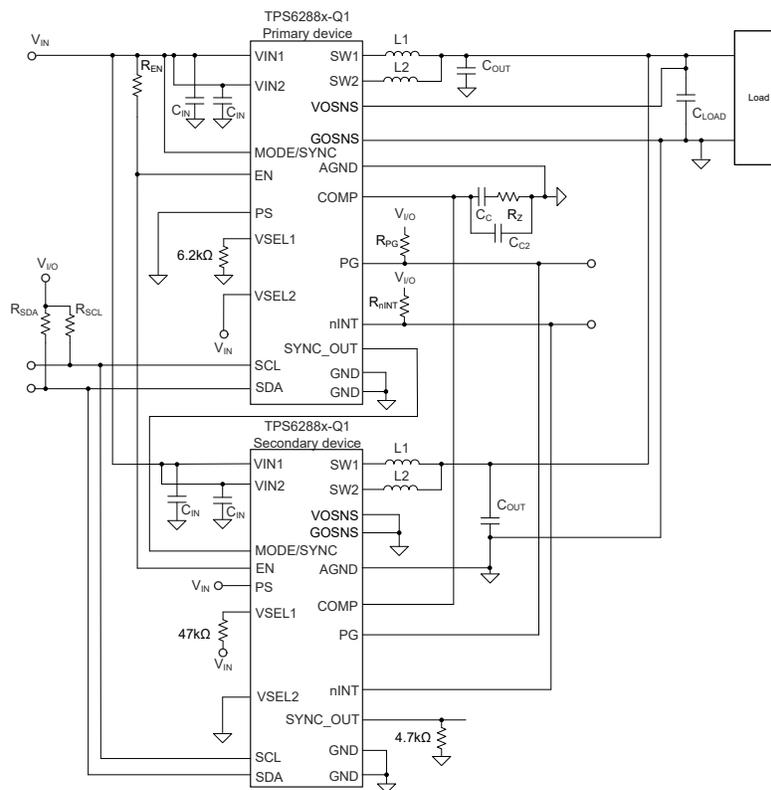

图 1. 采用堆叠配置的两个 TPS62883-Q1 器件
**TPS62883-Q1** 是一款 TI 功能安全合规型 30A 降压转换器，根据国际标准化组织 (ISO) 26262 标准开发。该器件属于可扩展产品系列，提供引脚兼容选项，额定电流为 12A 至 30A，支持可堆叠架构以提供超过 100A 的负载，从而满足对更高电流需求不断增长的现代 ADAS 片上系统 (SoC) 的电源要求。图 1 展示了采用堆叠配置的两个 **TPS62883-Q1** 转换器。